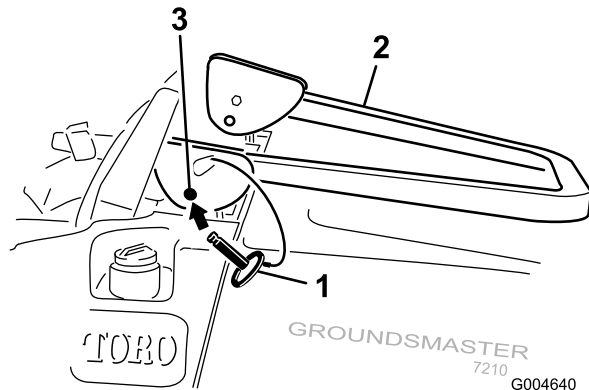

Figure 12
2. Descendez l'arceau de sécurité à la position abaissée (Figure 12).